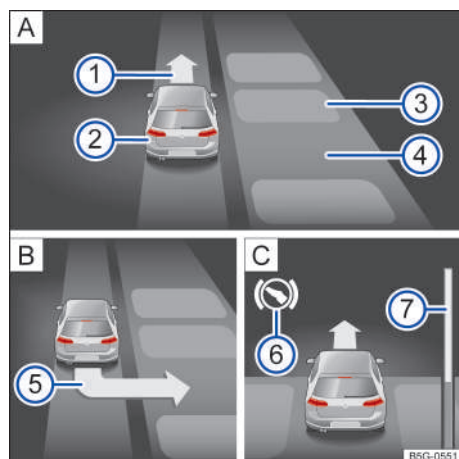

Fig. 120 En el display del instrumento combinado: estacionar lado a lado. **A** Buscar una plaza de estacionamiento. **B** Posición para estacionar. **C** Maniobrar. ▶
- Estacionar cuando aparezca en la pantalla del instrumento combinado la indicación de estacionamiento → **fig. 120** **5** → **pág. 157**.
Leyenda de la → fig. 120 (modo de estacionamiento de lado a lado con marcha atrás):
- Frenar cuando suene una alarma acústica que indica el cambio de dirección, se enciende la flecha → fig. 120 ① A, se enciende el símbolo blanco S o se muestra un mensaje.